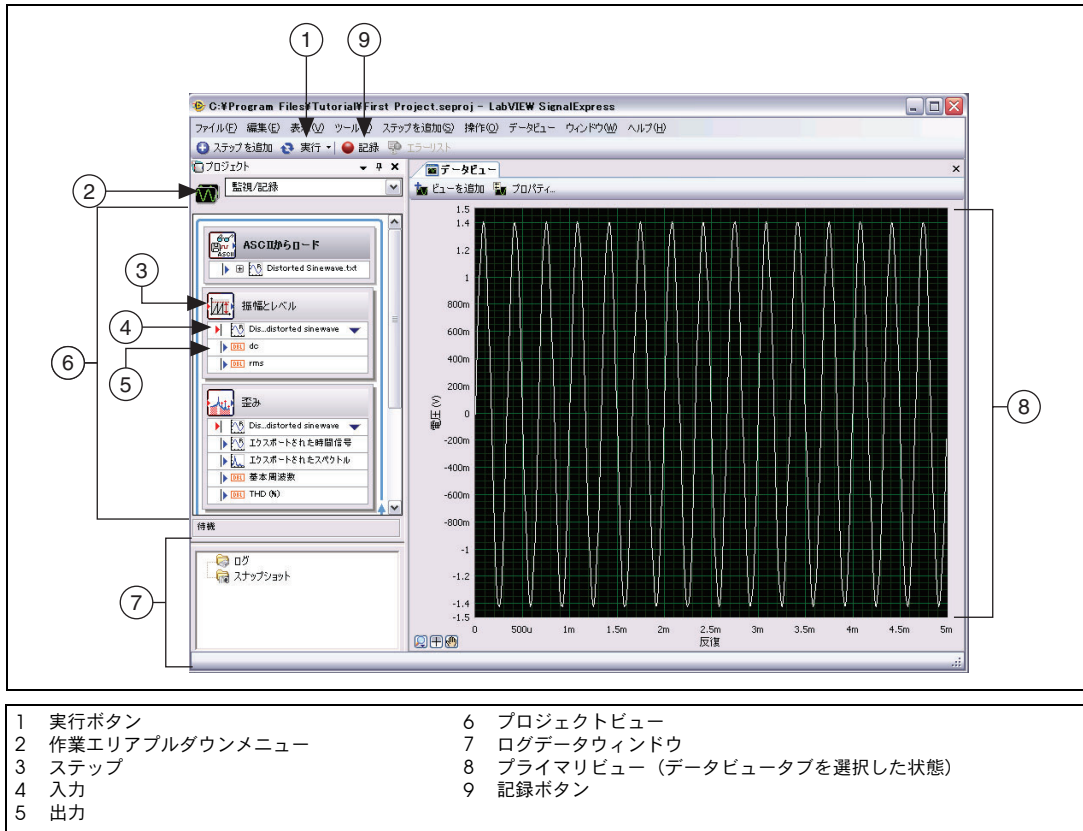

図 2-1 First Project.seproj
4. 図 2-1（詳細ヘルプウィンドウが開いた状態）を参照して、LabVIEW SignalExpress ウィンドウに表示されている各コンポーネントを確認してください。